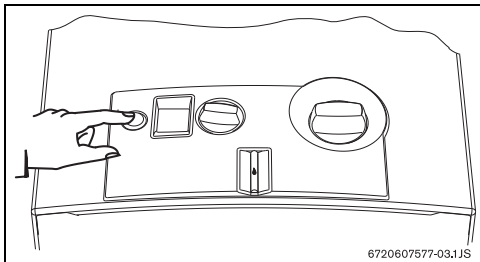

Рис. 4
- Для включения нажать кнопку вкл./выкл. (рис. 4).